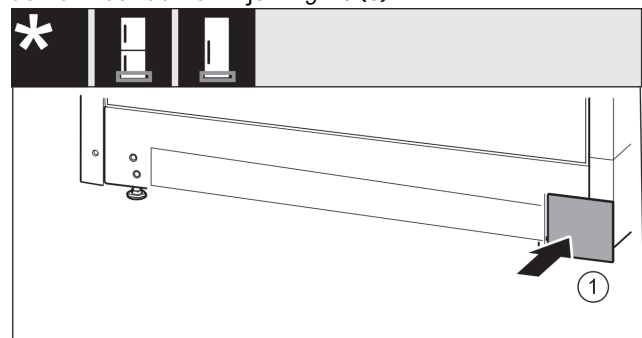

Fig. 16
- ▶ Afdekking aan de andere kant weer plaatsen. Fig. 16 (1)